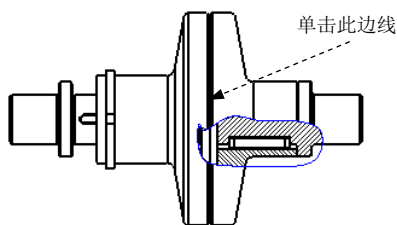

图 11.3.5 绘制剖视图的边界线
Step4. 设置剖视图选项。在“绘图视图”对话框中，在类别区域中选择截面选项；将截面选项设置为2D横截面，然后单击+按钮；在名称下拉列表框中选取剖截面C，在剖切区域下拉列表框中选取局部选项；单击图11.3.5所示的边线为参考，绘制图中所示的局部区域的边界，然后单击应用按钮。